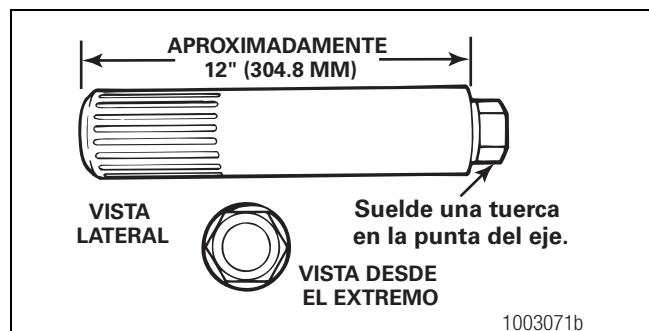

Figura 5.46
1. Haga una herramienta para inspeccionar la resistencia de rotación de los engranajes del diferencial utilizando un semieje que concuerde con el tamaño de las ranuras del engranaje lateral del diferencial. Corte el semieje a aproximadamente 12 pulgadas (304.8 mm). Suelde una tuerca en la punta del semieje. Figura 5.46.